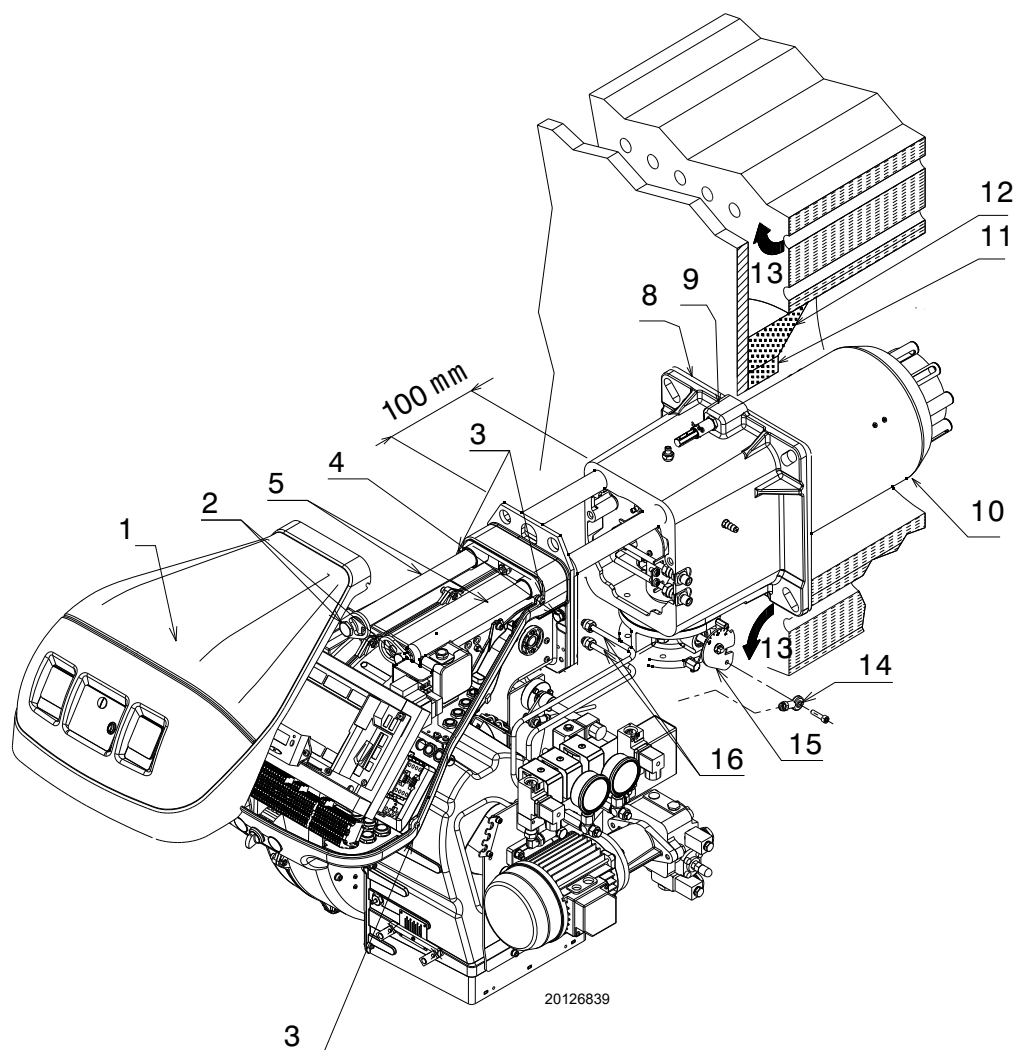

Fig. 16
Pentru centralele cu trecere frontală a gazelor arse 13)(Fig. 16) sau cu cameră de flacără inversă, o căptușeală refractară 11), între căminul refractar 12) și duza 10).
Apoi separați capul de combustie de restul arzătorului, (Fig. 16).
- reasamblați arzătorul pe ghidaje 3) la aproximativ 100 mm de manșon 4) - arzătorul în poziția ilustrată de Fig. 16;